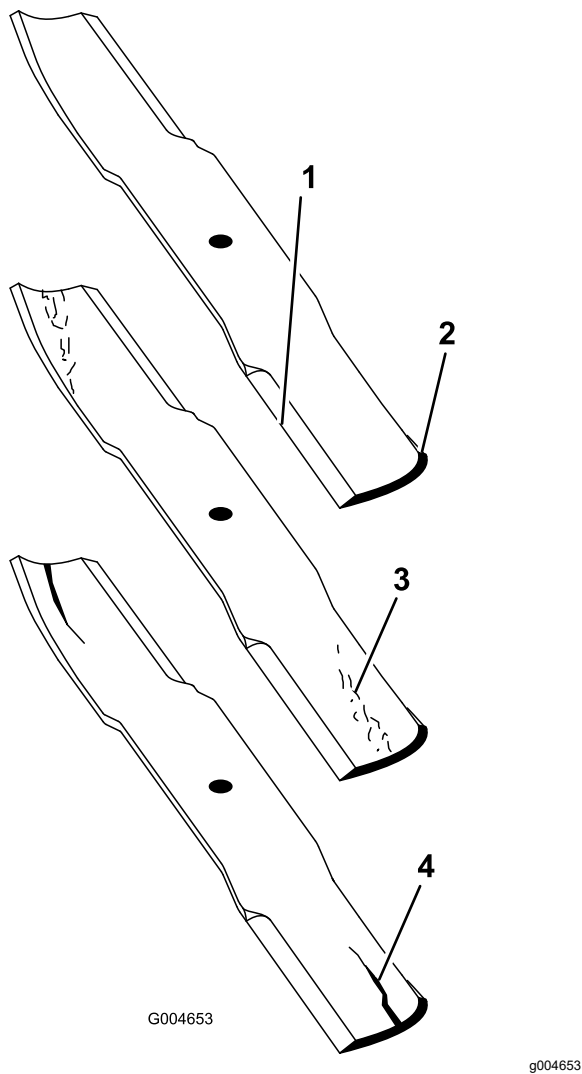

Figura 98
2. Examinai cu atenție capetele de tăiere ale lamei, în special acolo unde se întâlnesc părțile plate i curbate ale lamei (Figura 98).
Notă: Deoarece nisipul i materialele abrazive pot îndepărta metalul care unete partea plată cu cea curbată a lamei, verificați lama înainte de a utiliza maina de tuns iarba. Dacă se constată semne de uzură (Figura 98), înlocuiți lama.